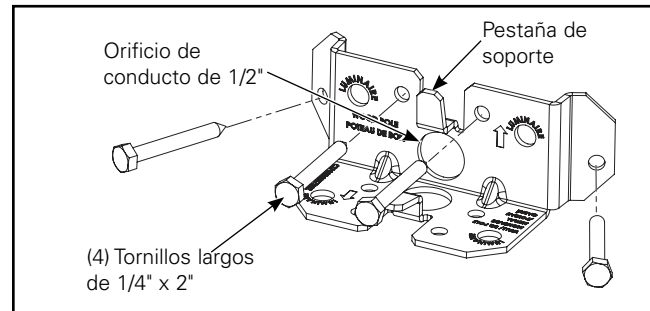

Figura 3.
- **Montaje en poste de madera:** Coloque el soporte (montaje en poste de madera) con la flecha del soporte hacia arriba. (Figura 3.)